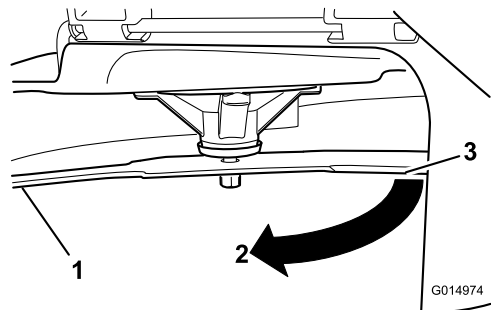

Figura 68
4. Rode a mesma lâmina 180 graus para que a extremidade de corte oposta fique na mesma posição (Figura 68).